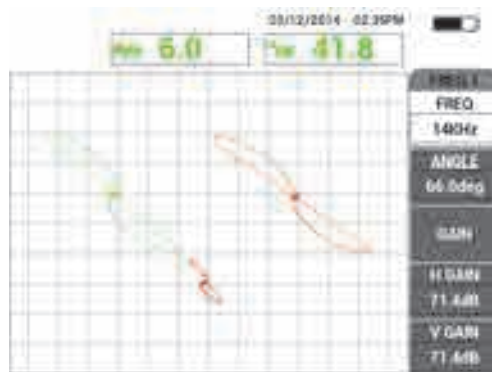

Рис. 5-144 Сканирование сквозного отверстия
16. Поместите преобразователь рядом со сквозным отверстием, нажмите педаль NULL (Обнулить), затем просканируйте отверстие путем тягового перемещения ПЭП (см. Рис. 5-144 на стр. 234).